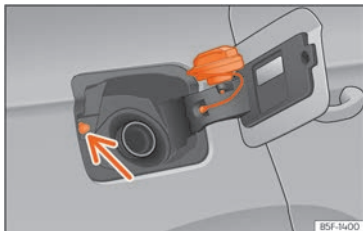

Abb. 214 Tankklappe mit aufgestecktem Tankverschluss.
• Platzieren Sie den Verschluss in der Aussparung, die sich im Scharnier der geöffneten Tankklappe befindet »» (Abb. 214).
Nicht den Taster für Tankdeckelverriegelung »» (Abb. 214) (Pfeil) berühren. Das System interpretiert ansonsten, dass der Tankvorgang beendet ist und ein weiteres Betanken ist nicht